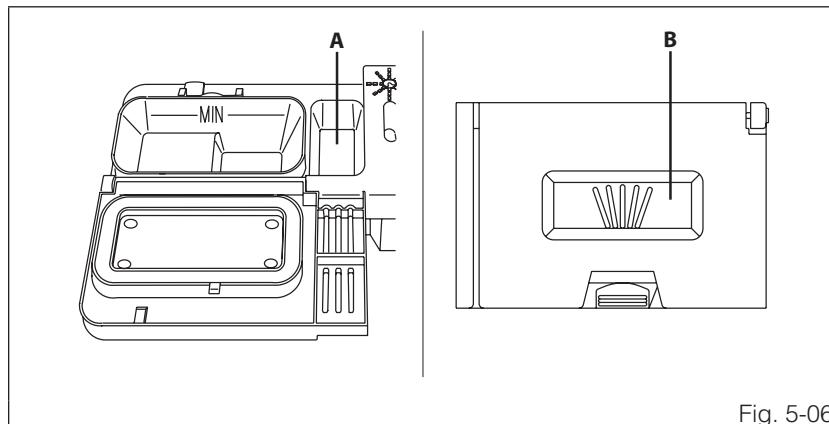

Fig. 5-06
- Cuando se selecciona un programa con prelavado caliente (véase la tabla de programas presente en el manual "Descripción de los mandos"), se deberá introducir una cantidad adicional de detergente en la cubeta (ref. A o B fig. 5-06, según los modelos).